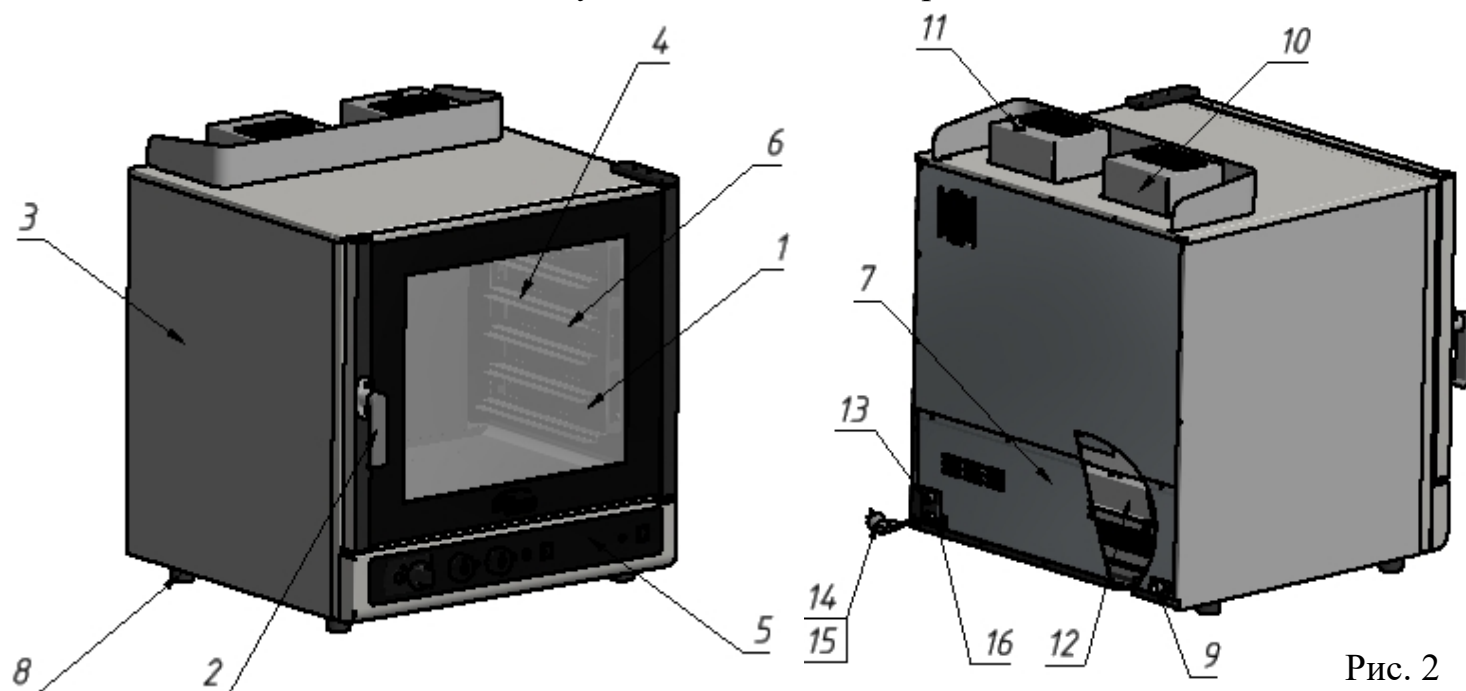
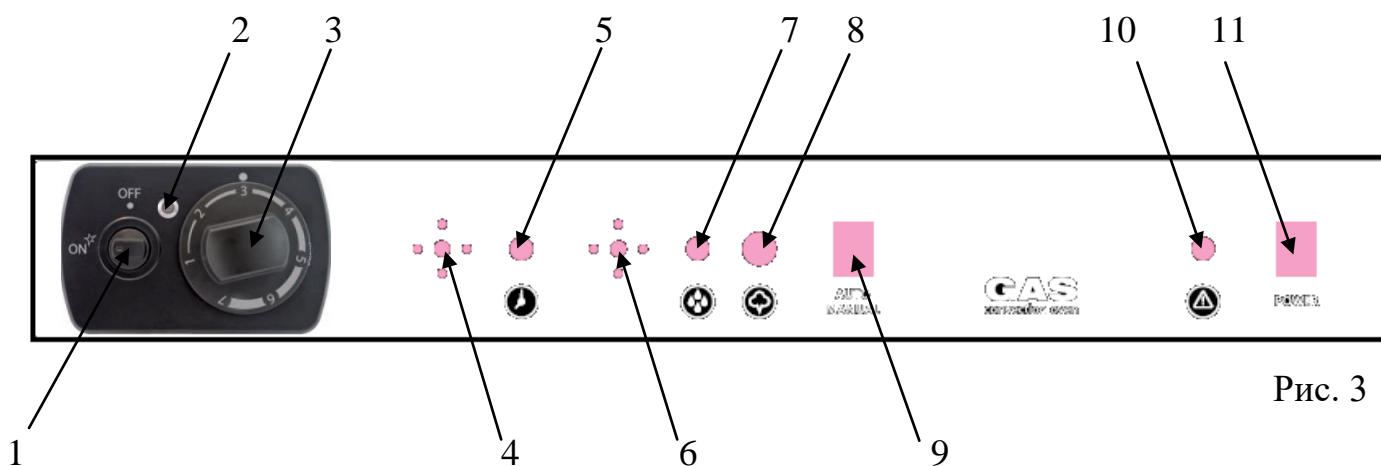

Рис. 2
Рис. 3
- 5.4 Основные части изделия указаны на Рис.2 и перечислены в Таблице 3.
5.5. Элементы управления указаны на Рис.3 и перечислены в Таблице 4.
- 6.3 Изделие установить на устойчивом, горизонтальном основании на расстоянии не менее 500мм от легко воспламеняющихся предметов. Выравнивание поверхности печи производится регулировкой высоты ножек (Поз.8, Рис.2).
- 6.5 Оборудование должно устанавливаться в хорошо проветриваемом помещении и обеспечиваться вытяжкой типа «зонт» (в соответствии с общими указаниями (Пункт 1.6, стр.3)) для отвода тепла и продуктов горения от вытяжки (Поз.10, Рис.2) и удаления избыточного пара от трубы (Поз.11, Рис.2).
- 6.6 Подсоединение заземления корпуса пароконвектомата к заземляющему контуру помещения осуществляется согласно ГОСТ 27570.0-87 с помощью болта заземления (Поз.16, Рис.2)
- 6.7 Электрошнур с евровилкой (Поз.14,15, Рис.2)печи подключить в розетку с электропитанием 220 В, 50Гц.
- 6.8 Газовая труба присоединяется к выводу с наружной резьбой G1/2, находящемуся на задней стенке печи (Поз.13, Рис.2). Используйте только трубы и прокладки, соответствующие национальным стандартам. После подключения удостоверьтесь, что труба не касается движущихся предметов и не пережата.
- 6.10 Присоединение установки к водопроводной сети осуществляется с помощью штуцера (Поз.9, Рис.2). Рекомендуемое давление воды в водопроводе, от которого питается печь, должно быть не менее 25кПа и не более 50кПа (0,25-0,5бар). Жесткость воды, используемой для тепловой обработки паром, не должна превышать 2...2,2°Ж. При использовании обычной природной или водопроводной воды, ее следует пропустить через системы очистки (через фильтр) и водоумягчения.
- 7.1 Включить электрическую сеть с помощью клавиши (Поз.11, Рис.3). О наличии питания свидетельствует включенная подсветка камеры и работа вентиляторов.
- 7.3 Розжиг основной горелки (Поз.12, Рис.2) пароконвектомата осуществляется от запальной горелки (пилота).
Для включения запальной горелки необходимо повернуть ручку выбора режимов (Поз.1, Рис.3) против часовой стрелки в положение ON. Нажать и удерживать нажатой ручку терморегулятора, чтобы электронный розжигзажег запальную горелку (пилот). В момент возгорания запальной горелки, загорается сигнальный индикатор (Поз.2, Рис.3), свидетельствующий о наличии пламени на пилотной горелке. После возгорания пилота следует удерживать ручку нажатой 15-20 секунд, после чего отпустить, в этот момент сигнальный индикатор (Поз.2, Рис.3) начинает мигать, что говорит об устойчивом горении запальной горелки. Если пилот не разгорелся, верните ручку в исходное положение и повторите операцию.
Внимание!Выключение сигнального индикатора (Поз.2, Рис.3) в процессе работы пароконвектомата свидетельствует о затухании запальной горелки. В этом случае следует немедленно перевести ручку выбора режимов (Поз.1, Рис.3) в положение Off и провести повторный розжиг.
- Для розжига основной горелки и выхода на требуемую рабочую температуру необходимо установить ручку регулятора температуры (Поз.3, Рис.3) в нужное положение (Таблица 5).
- Для отключения горелки необходимо повернуть ручку выбора режима (On-Off) (Поз.1, Рис.3) в положение Off.
- 7.4 Функция «Таймер» (Поз.4, Рис.3) позволяет задать необходимое время приготовления (в пределах 120мин), по окончании которого прозвучит
звуковой сигнал, свидетельствующий об окончании заданного время. При включении функции «Таймер» загорается сигнальный индикатор (Поз.5, Рис.3), свидетельствующий о работе таймера.
7.5 Функция «Пароувлажнение» может осуществляться двумя способами, ручным и автоматическим. Выбор режима пароувлажнения осуществляется клавишей (Поз.9, Рис.3).
- Автоматическая подача воды осуществляется с помощью регулятора автоматической подачи воды (Поз.6, Рис.3). Крайнему левому положению ручки регулятора характерен впрыск воды продолжительностью 2с каждые 10 мин. Крайнему правому положению ручки регулятора характерен впрыск воды продолжительностью 2с, с частотой 1 мин.В момент использования функции «Пароувлажнение» горит сигнальный индикатор (Поз.7, Рис.3), свидетельствующий о подаче воды в камеру пароконвектомата.
- Если использование данной функции в автоматическом режиме не требуется, следует перевести клавишу (Поз.9, Рис.3) в положение ручного режима пароувлажнения. Ручная подача воды осуществляется, по мере необходимости увлажнения в камере, с помощью кнопки (Поз.8, Рис.3). Подавать воду необходимо импульсами в течение не более 2-3 секунд.
7.6 При открывании двери (Поз.1, Рис.2) с помощью ручки (Поз.2, Рис.2) для загрузки или выгрузки рабочей камеры пароконвектомата (Поз.4, Рис.2) останавливается работа вентиляторов и прекращается работа основной горелки, в этот момент загорается сигнальный индикатор (Поз.10, Рис.3), свидетельствующий об отсутствии подачи газа на основную горелку. После закрывания двери осуществляется автоматическое включение вентиляторов и автоматический розжиг основной горелки.
7.7 Печь снабжена устройством защиты, которое срабатывает в случае повышения температуры в камере выше 320°C , вызванного серьезной неисправностью, в результате этого прекращаетсяподача газа на основную горелку и также загорается сигнальный индикатор (Поз.10, Рис.3).
8.6 Следить за тем, чтобы направляющие (Поз.6, Рис.2) были установлены надежно в рабочей камере после чистки и техобслуживания.
- 8.13 **Внимание! При отключении электроэнергии в помещении, где установлено оборудование выключить горелку, повернув ручку выбора режима (On-Off) (Поз.1, Рис. 3) в положение Off.**
- 8.19 Все работы по устранению неисправностей и ремонту печи должны выполняться лицами, имеющими право на проведение таких работ. Обслуживание горелки (Поз.12, Рис.2) осуществляется при снятии задней стенки (Поз.7, Рис.2) корпуса (Поз.3, Рис.2)
- загоразивать вытяжку для выхода продуктов сгорания (Поз.10, Рис.2).
- загоразивать и засорять трубку для выпуска пара (Поз.11, Рис.2).